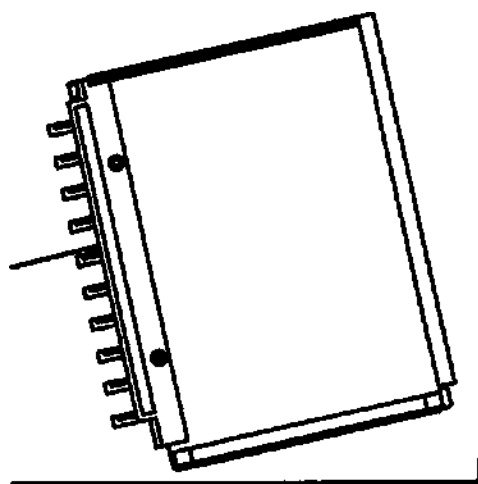

Рисунок 3.6 – Положения приемника предметных стекол
- 1) После установки всех предметных стекол наклоните приемник, как показано на рис. А (см. рисунок 3.6). Все предметные стекла должны быть закреплены в каждой направляющей.
- 2) Наклоните приемник вперед, как показано на рис. В (см. рисунок 3.6). Стекла, которые не закреплены должным образом, выйдут из приемника.